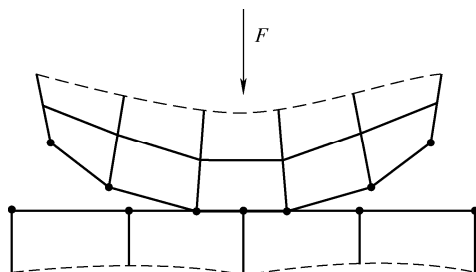

图 8-5 拉格朗日接触
(2) 纯拉格朗日法 拉格朗日法与罚函数不同, 不是采用力与位移的关系来求接触力, 而是把接触力作为一个独立自由度直接求解, 如图 8-5 所示。